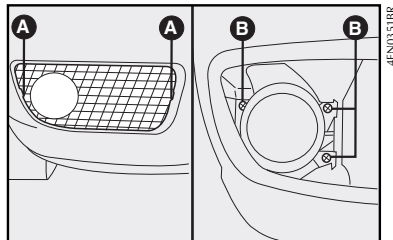

fig. 32
- 1) sacar la rejilla con un destornillador en los puntos indicados **A-fig. 32**;
- 2) sacar los tornillos indicados **B-fig. 32**;
9) recolocar el conjunto completo apretando los tornillos **B- fig. 32**;
10) recolocar la rejilla presionando en los puntos **A- fig. 32**.